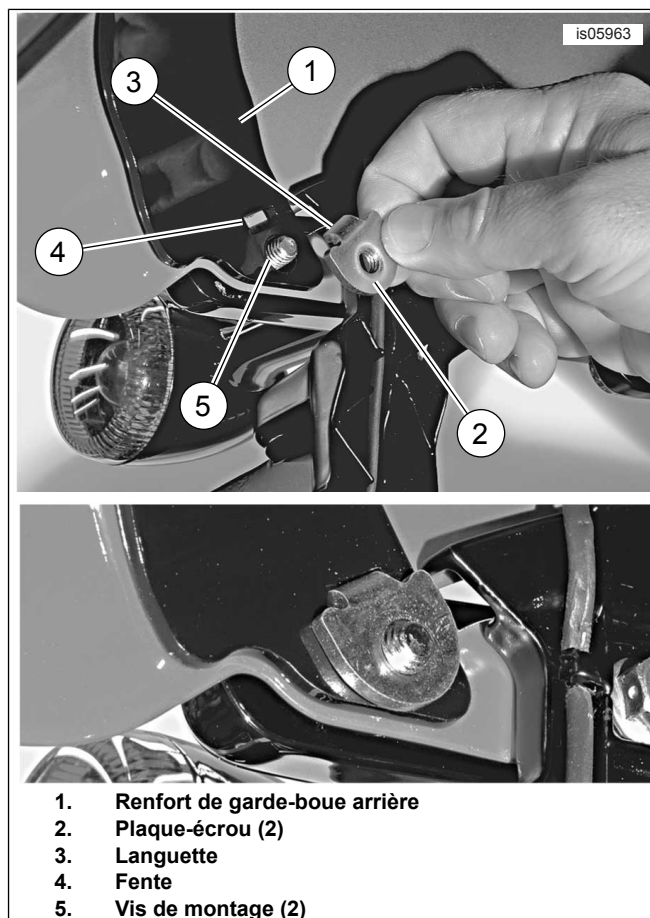

Figure 3. Plaque-écrou de garde-boue arrière
- Voir Figure 3. S'assurer que la languette (3) de chaque plaque-écrou (2) s'ajuste dans la fente (4) du renfort de garde-boue (1) lors de la fixation des plaques-écrous avec la vis de montage (5) de garde-boue le plus en arrière.